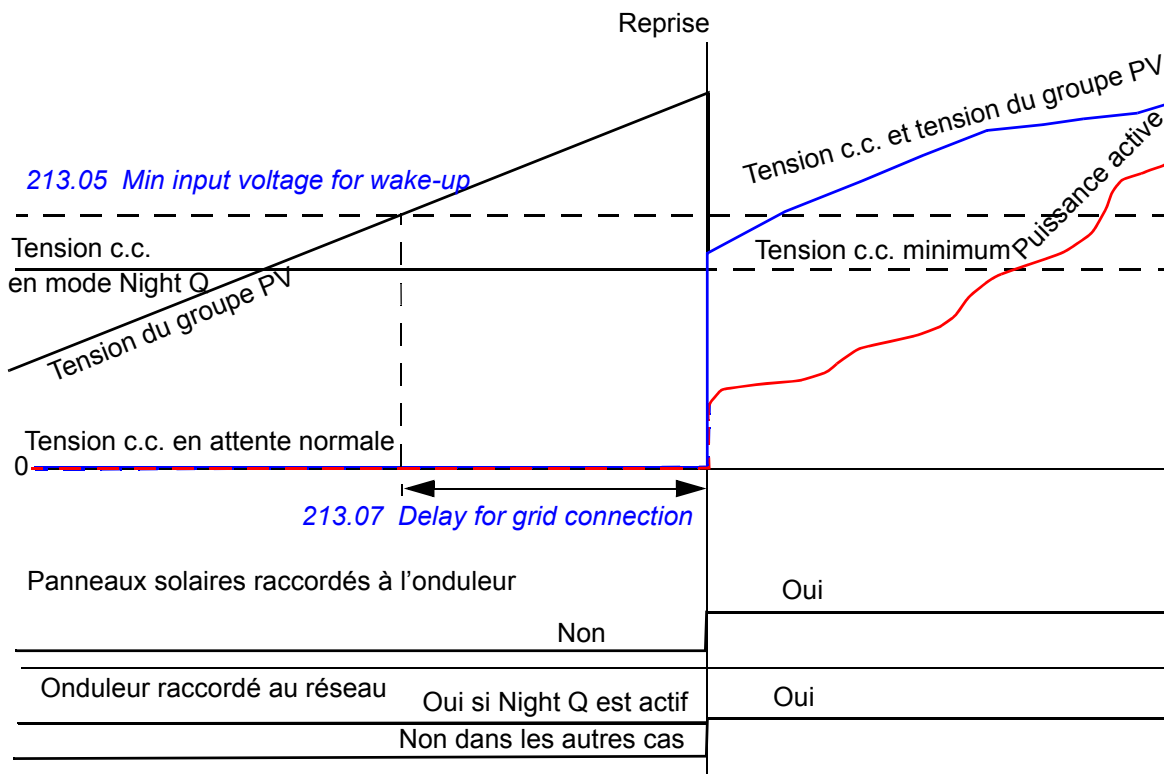

Figure 13: Courbe de transition entre mode de production nocturne et diurne
- Le matin, l'onduleur passe sans à-coup du mode nocturne au mode de production diurne dès que la puissance fournie par les panneaux solaire est suffisante pour faire passer la tension c.c. au-dessus du seuil défini. Cf. **Figure 13: Courbe de transition entre mode de production nocturne et diurne**.